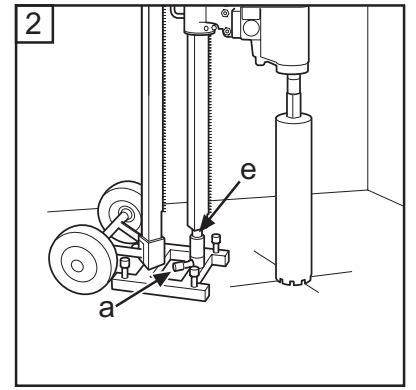

Fig.15
5. Controlar la posición de la broca de corona. Ajustar la columna de perforación aflojando los dos tornillos de fijación (b y c). Apretar bien los tornillos antes de empezar a perforar. Bloquear el tornillo de puntal en el manguito de bloqueo con el tornillo de fijación (a) y la tuerca (e), apretando con una llave de 24/30 mm (fig. 15).
5. Controlar a posição da coroa da broca. Ajustar a coluna de perfuração afrouxando os dois parafusos de fixação (b e c). Apertar bem os parafusos antes de iniciar a perfuração. Bloquear o parafuso de escora no casquilho de bloqueio com o parafuso de fixação (a) e a porca (e), e apertar com chave de 24/30 mm (Fig. 15).
5. Check the position of the drill bit. Adjust the drill column by loosening both locking screws (b and c). Tighten the screws correctly before drilling. Lock the support column screw in the locking sleeve with the locking screw (a) and nut (e), tighten with a 24/30 mm spanner (Fig. 15).